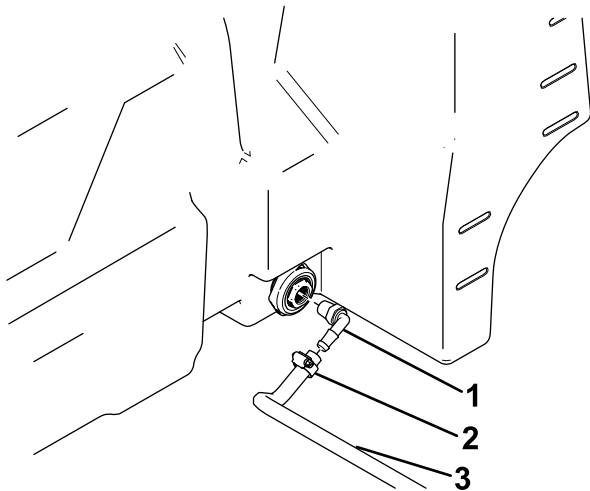

Figure 4
9. Branchez le raccord de flexible à 90° à la cuve (Figure 4).
Remarque: Veillez à orienter le raccord à 90° comme indiqué à la Figure 4.
10. Fixez une extrémité du flexible de 2,4 m (96 po) au raccord à 90° avec un collier (Figure 4).